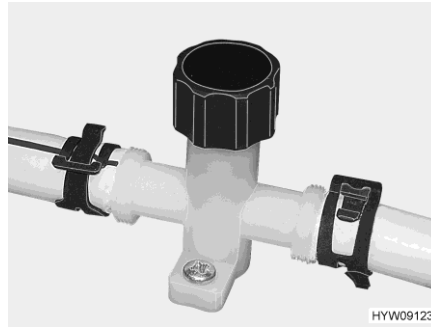
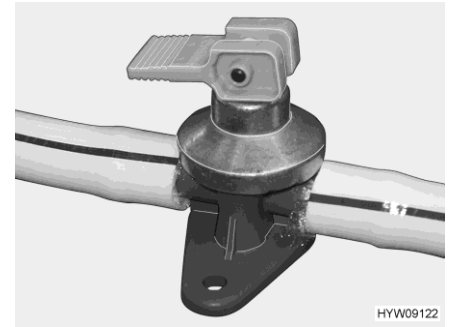

Bild 172 Ablasshahn (Wasserleitung)
Bild 173 Ablasshahn (Boiler Alde)
- Ablasshähne schließen. Dazu die Kappe (Bild 172) im Uhrzeigersinn drehen und den Kipphebel (Bild 173) waagrecht stellen.
- Ablasshähne öffnen. Dazu die Kappe (Bild 172) entgegen dem Uhrzeigersinn drehen und den Kipphebel (Bild 173) senkrecht stellen.